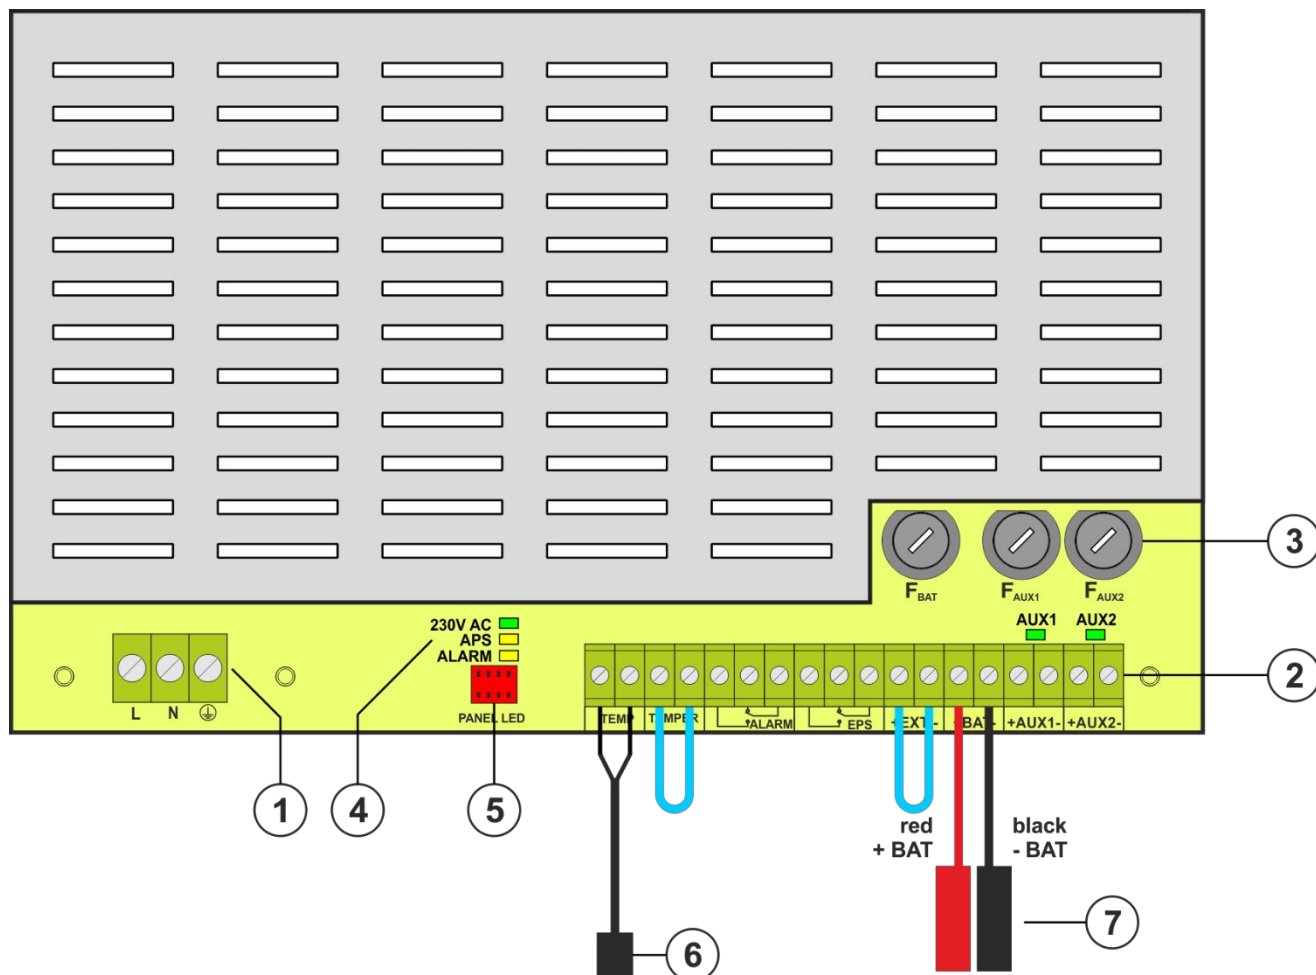

Fig. 2. Vista del módulo de alimentación basado en EN54C-2A7.
Tabla 1. Elementos de la PSU (Fig. 2).
①	Conector de alimentación de 230 V con un terminal para la conexión de un conductor de protección
②	Terminales: TEMP - entrada del sensor de temperatura de la batería TAMPER - entrada del microinterruptor tamper Entrada cerrada = ninguna indicación Entrada abierta = alarma ALARMA - salida técnica de fallo colectivo de la fuente de alimentación - tipo relé EPS - salida técnica de indicación de fallo de alimentación de CA abierto = Fallo de alimentación de CA cerrado = Alimentación de CA - O.K. EXTi - entrada de fallo externo Entrada cerrada = ninguna indicación Entrada abierta = alarma +BAT- - terminales para conectar la batería +AUX1- - Salida de potencia AUX1 (- AUX=GND) +AUX2- - Salida de potencia AUX2 (- AUX=GND) ¡ATENCIÓN! En la Fig.2 el conjunto de contactos muestra un estado sin potencial del relé, que corresponde a un fallo de alimentación.
③	Fusibles: FBAT - fusible en el circuito de la batería, FAUX1 - fusible en el circuito de salida AUX1, FAUX2 - en el circuito de salida AUX2, Los valores de los fusibles figuran en la tabla 4 - "Parámetros eléctricos".
④	LEDs - indicación óptica: 230 V CA - tensión en el circuito de 230 V CA
1	PSU (Tab. 1, Fig. 2)